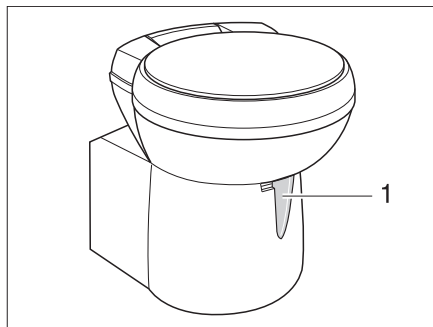

Bild 380 Thetford-toalettskål, svängbar
- Öppna spjället på Thetford-toaletten före spolning. Skjut för detta spjällspaken (Bild 380,1) moturs.